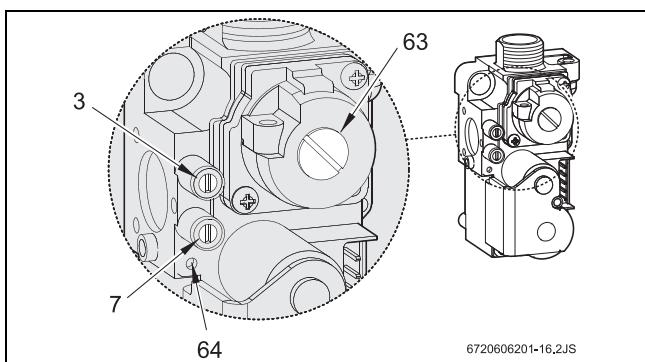

Fig. 26 Cuerpo de gas
- ▶ Desmontar la cubierta del tornillo de ajuste del gas (63) (Fig. 26).